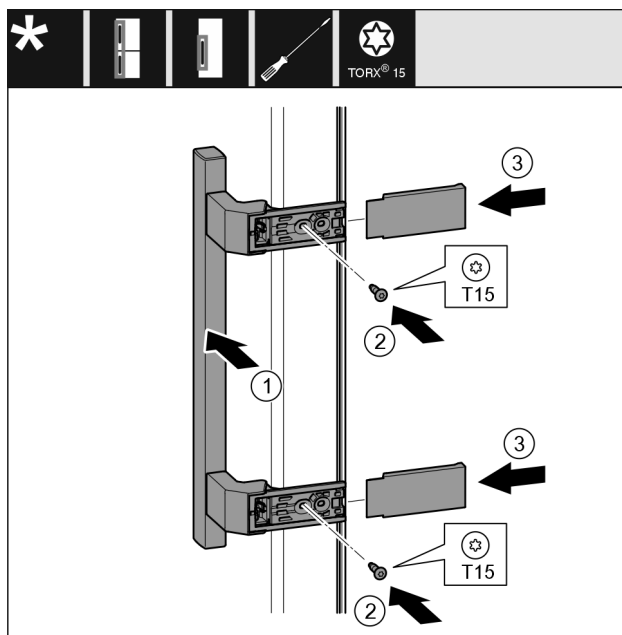

Fig. 19
- Držadlo Fig. 19 (1) nasadte na opačnú stranu.
- Pevne utiahnite skrutky Fig. 19 (2) skrutkovačom.
- Kryty Fig. 19 (3) nasadte a nasuňte z boku.